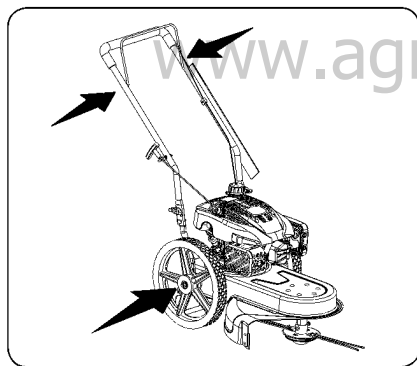

Рисунок 6-1
1. Не реже одного раза в сезон смазывайте точки вращения скобы управления жидким маслом. Скоба должна легко двигаться в обоих направлениях. См. рисунок 6-1
2. Смазывайте колеса невязким маслом (или моторным маслом) не реже одного раза в сезон. Если колеса по какой-либо причине снимаются, смажьте поверхность болта оси и внутреннюю поверхность колеса невязким маслом. См. рисунок 6-1